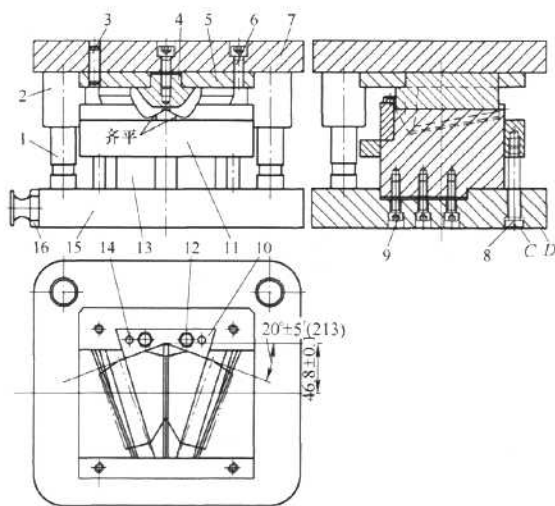

图6
(3) 正装式和倒装式模具比较 通过比较正装和倒装两种结构, 正装结构不需要繁琐的计算, 用缓冲液压缸的力来成形工件两侧的V形弯曲, 安全可靠, 且模具结构简单。故采用正装结构。模具总装图如图6所示。